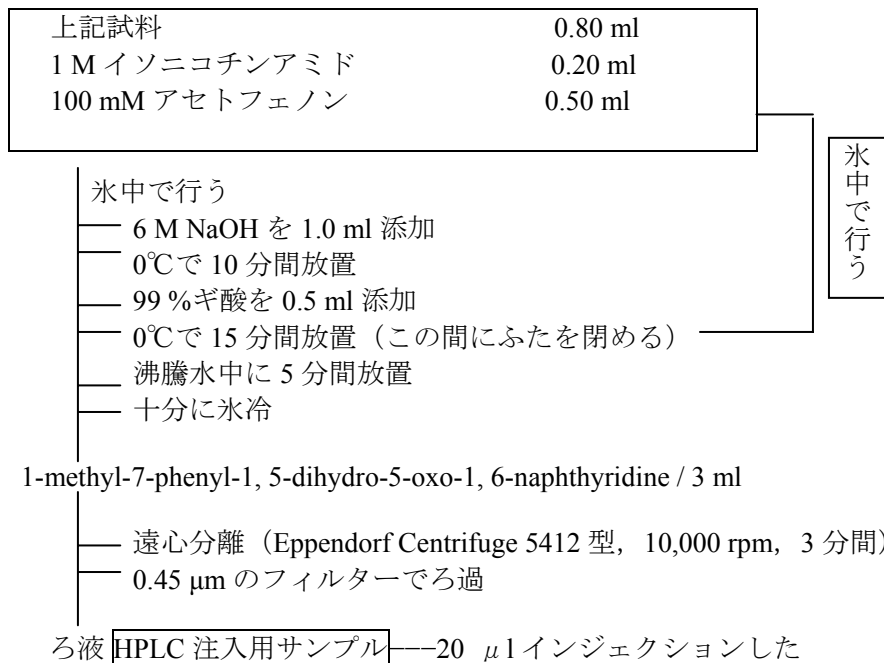

図 8. 尿を用いた時の MNA 定量のための試料作成の方法
尿を用いた時の MNA 測定のための HPLC 注入用試料の作成方法を図 8 に示した.
1) 1.140×10⁻⁴ M の MNA を 20 μl (15.2 pmol) を使用して図 8 の操作を行った反応液を 20 μl HPLC に注入し, 1 pmol あたりの面積を出す.